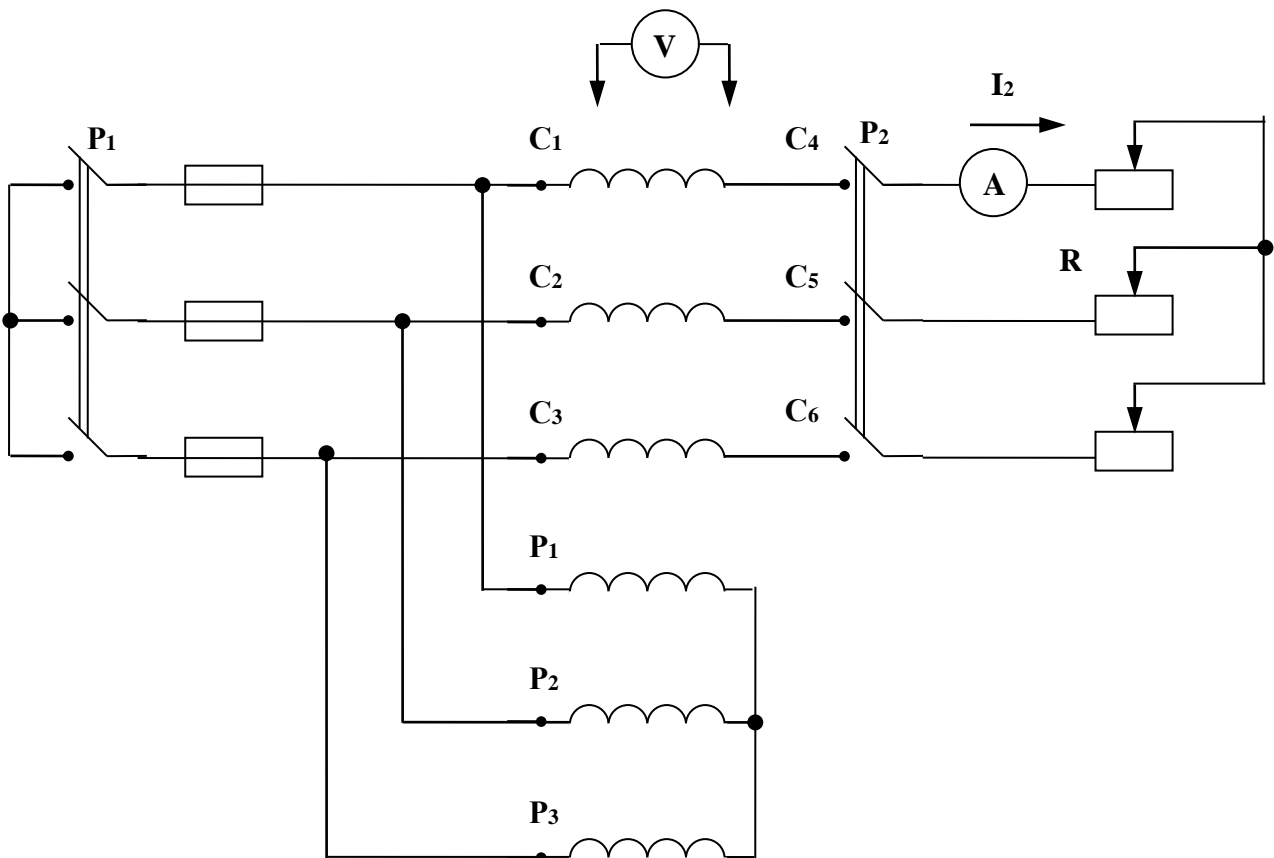

Рис. 5. Схема испытания индукционного регулятора
2. Собрать схему, изображенную на рис. 5.